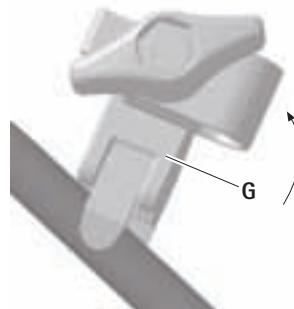

Fig. 9
- ▶ Dra av infästningsklämman G från ramen genom att trycka från sidan, se Fig. 9.